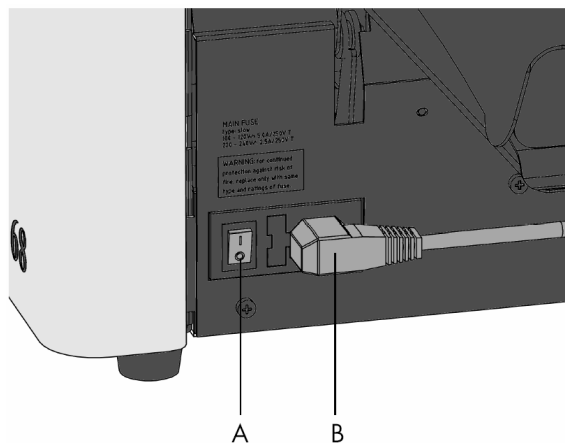
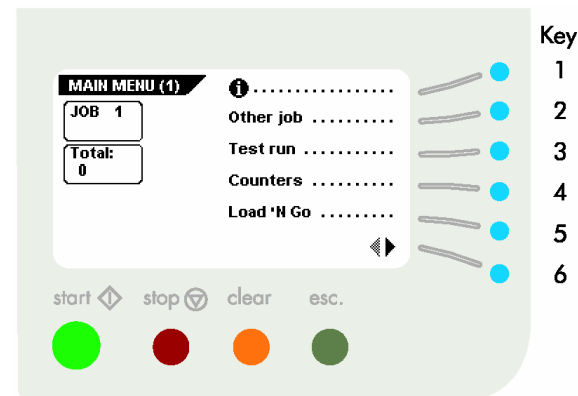

Fig. 7
Fig. 8
La máquina puede encenderse y apagarse con el interruptor general A (fig. 7) en la parte posterior de la máquina. Una vez encendida, el display muestra el main menu (1) (menú principal) (ver fig. 8 en pág. 6).